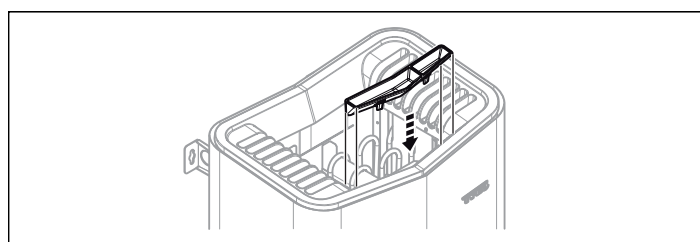

Figura 9: Montaggio del portaprofumo/umidificatore d'aria
7. Collegare la ciotola delle erbe/umidificatore dell'aria (vedere Figura 9).